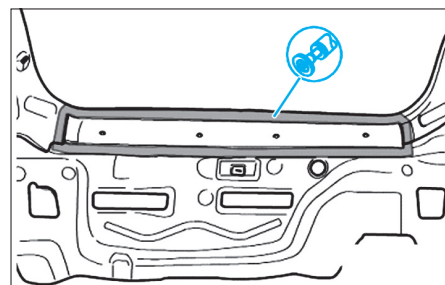

FIG. 125
- Enlever les morceaux restants comme illustré (Fig.125).